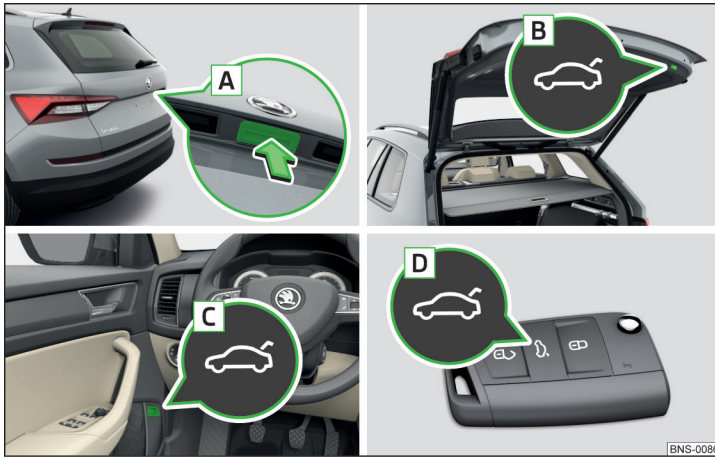

Fig. 45 Actionnement du capot
- ▶ En appuyant sur la poignée **A** » fig. 45.
- ▶ En appuyant sur la touche **B** » fig. 45.
➤ Appuyez sur la touche **[B]** » fig. 45 à la page 63 jusqu'à entendre un signal sonore.
- Appuyez sur la touche **[B]** » fig. 45 à la page 63 jusqu'à entendre un signal sonore.
Le capot ne réagit pas à aucun signal d'ouverture	Enlevez l'obstacle éventuel (par ex. neige), ouvrez à nouveau le capot » page 63 Appuyer sur la poignée [A] » fig. 45 à la page 63 et tirer le capot vers le haut